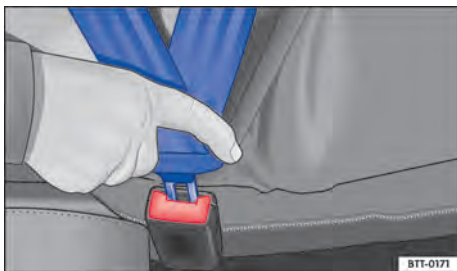

Abb. 23 Schlosszunge des Sicherheitsgurts in das Gurtschloss einstecken.
3. Schlosszunge fest in das zum Sitzplatz gehörende Gurtschloss stecken → Abb. 23.